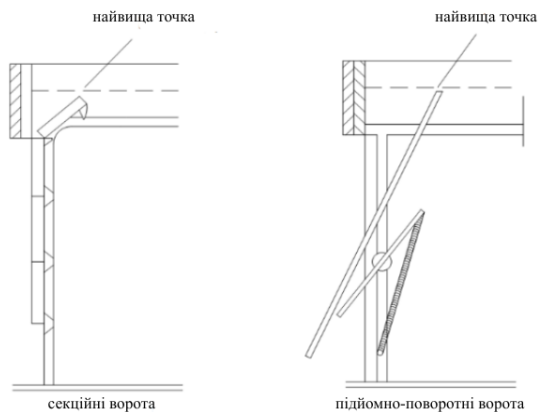

Рис. 1.
2. Визначте максимальну висоту рухомих частин воріт (так як показано на Рис. 1). Нанести горизонтальну риску, котра б відповідала висоті цього пункту та перетинала попередньо нанесену риску;